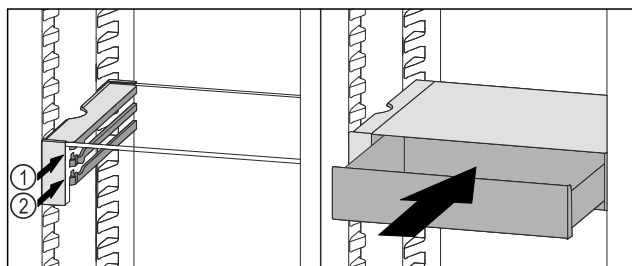

Fig. 185
- ▶ 将 VarioSafe 抽屉放置在所需肋梁 Fig. 185 (1) 或 Fig. 185 (2) 上的止动器后面。